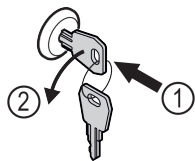

Fig. 123
- Πιέστε μέσα το κλειδί. Fig. 123 (1)
- Περιστρέψτε το κλειδί 90° αριστερόστροφα. Fig. 123 (2)